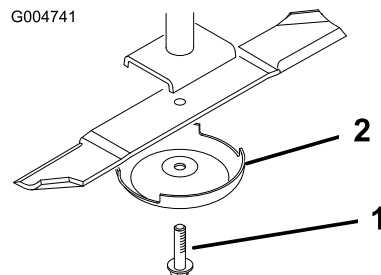

Figura 109
3. Togliete il bullone, la coppa antistrappo e la lama dall'asse del mandrino (Figura 109).